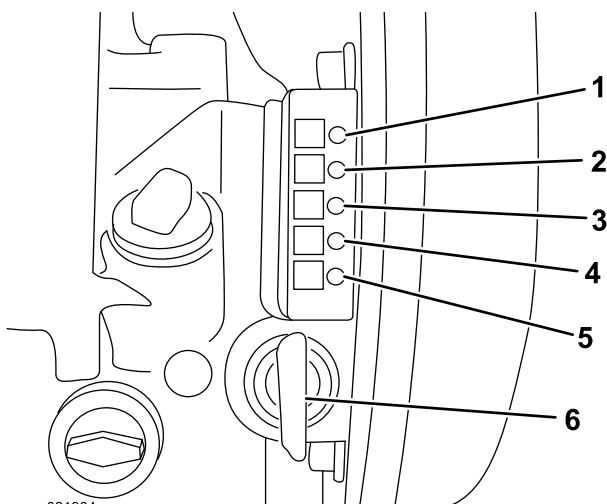

Figura 19
- Gire el interruptor de encendido a la posición de Marcha (Figura 19); consulte Interruptor de arranque eléctrico (página 12).